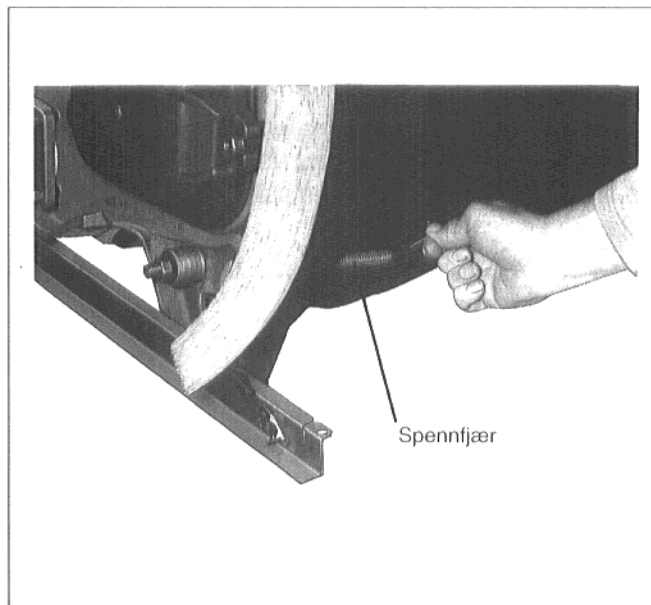

Fig. 38
- Spennfjærene hektes inn i nedre ankerstag på høyre og venstre side jf. punkt 9.2 og fig. 38. Spenn spennfjærene, trykk isoleringselementene mot kjeleblokken og hekt spennfjærene inn i panelet for isoleringselementene.